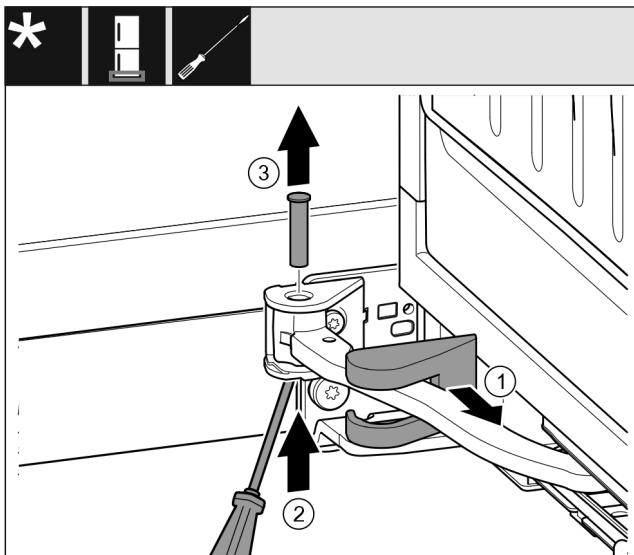

Fig. 15
- Снимите крышку опорного кронштейна и переместите вдоль шарнира. Fig. 15 (1)
- Рукой или отверткой приподнимите палец снизу. Fig. 15 (2)
- Вставьте отвертку под головку пальца и извлеките его. Fig. 15 (3)